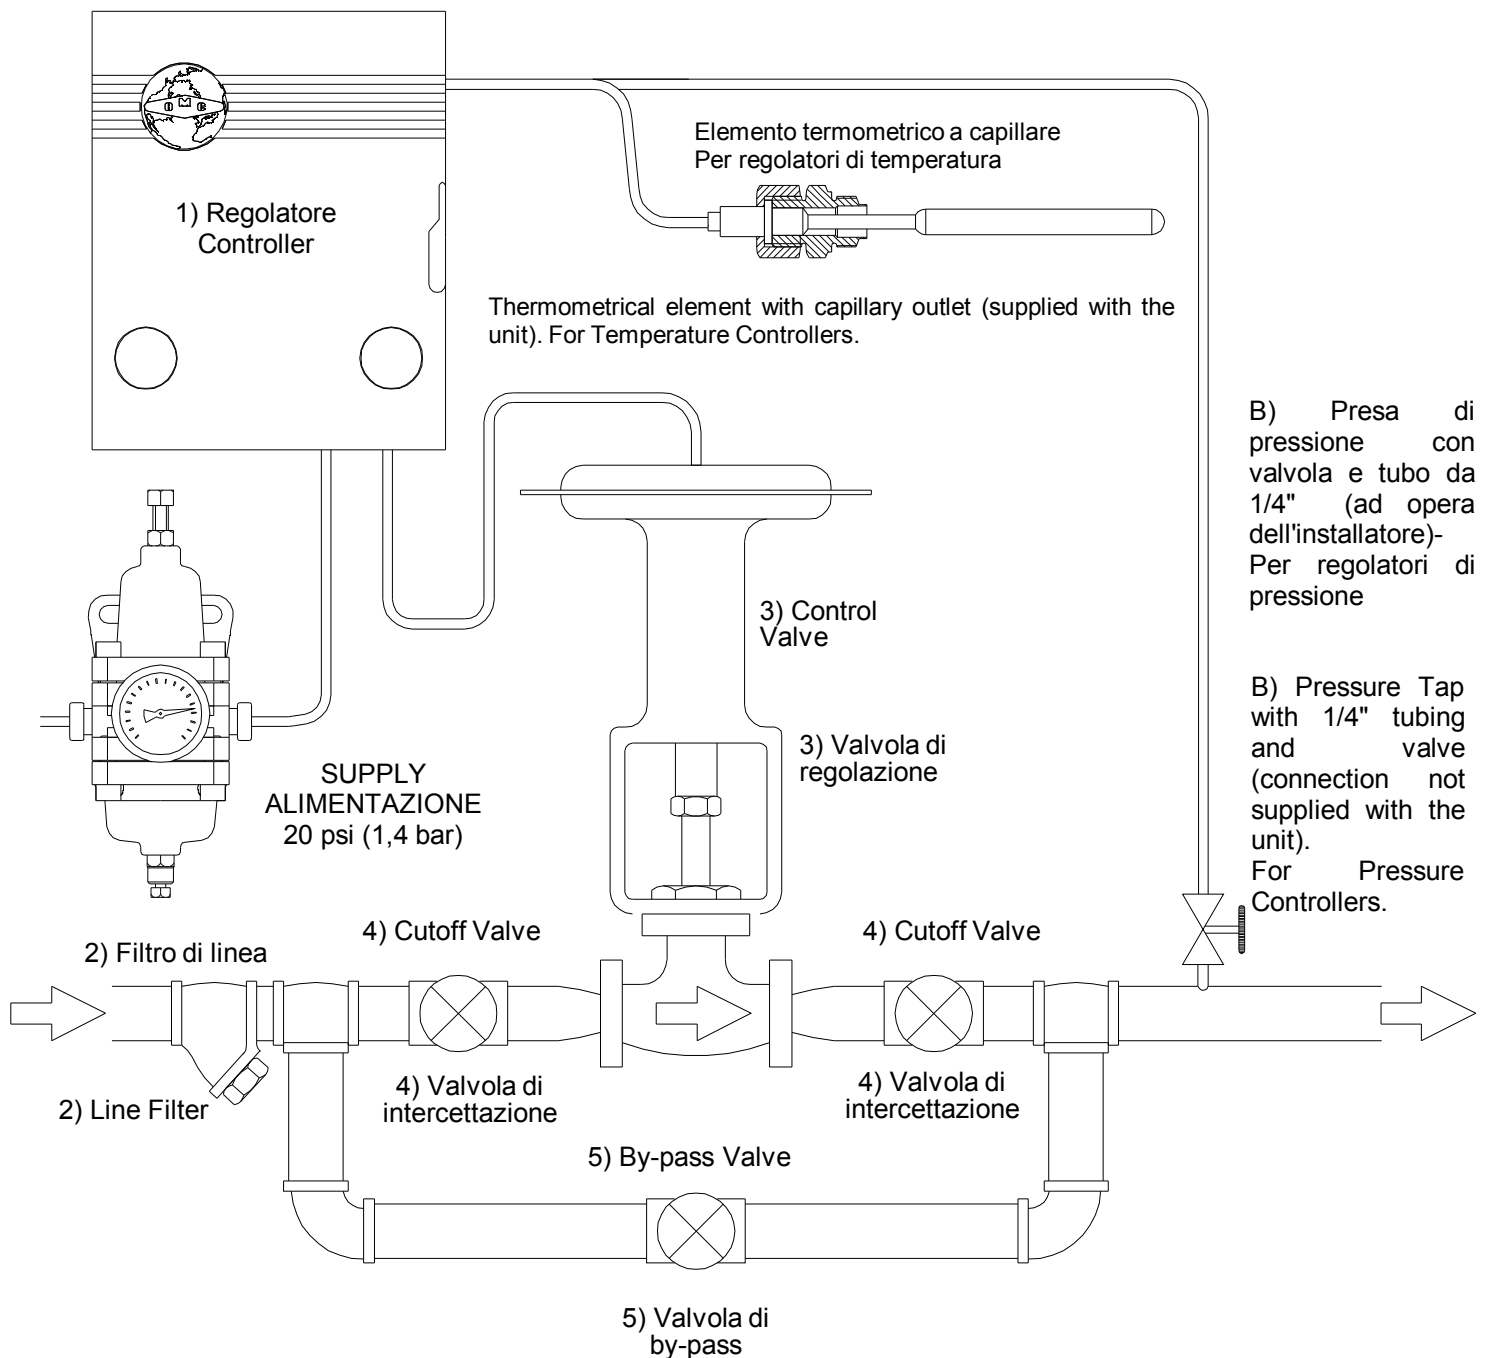

Fig. 10.2.1 "COLLEGAMENTO ALLA VALVOLA DI REGOLAZIONE"
## 10.2. COLLEGAMENTO ALLA VALVOLA DI REGOLAZIONE (Fig. 10.2.1)
## 10.2. PNEUMATIC CONTROL VALVE INSTALLATION (Fig. 10.2.1)
**C** - Aprire completamente le valvole d'intercettazione situate a monte e a valle della valvola di regolazione, accertandosi che la valvola di by-pass sia chiusa vedi (Fig. 10.2.1)
**A** - Turn the selector on manual (M).
**C** - Completely open the cutoff valves situated upstream and downstream to the control valve. Make sure that the bypass valve is closed (see Fig. 10.2.1).
**E** - Turn the selector on automatic (A).
**C** - Ruotare la banda proporzionale (10) al 0% accertandosi che l'azione dello strumento sia quella richiesta (DIRECT = segnale di uscita direttamente proporzionale alla variabile regolata ; REVERSE = segnale di uscita inversamente proporzionale alla variabile regolata).
**D** - Se la valvola di regolazione (3) è dotata di by-pass (5), controllare che quest'ultima sia ben chiusa e che la valvola d' intercettazione a valle (4) sia completamente aperta (vedi Fig.10.2.1).
**E** - Aprire lentamente e completamente la valvola d'intercettazione a monte della valvola di regolazione (4.Fig. 10.2.1).
**C** - Rotate the knob (10) to adjust the proportional band to a 0% width and check the selected action of the instrument (DIRECT= the output signal increases as the variable increases; REVERSE= the output signal increases as the variable decreases).
**D** - Make sure that the bypass valve (5) supplied with the pneumatic valve (3) is completely closed and that the downstream cutoff valve (4) is fully open (see Fig.10.2.1).
**E** - Open the cutoff valve (4) situated upstream to the pneumatic valve slowly and completely (see Fig. 10.2.1).
**C** - Ruotare la banda proporzionale (10) al 20% accertandosi che l'azione dello strumento sia quella richiesta (DIRECT = segnale di uscita direttamente proporzionale alla variabile regolata; REVERSE = segnale di uscita inversamente proporzionale alla variabile regolata).
**D** - Se la valvola di regolazione (3) è dotata di by-pass (5), controllare che quest'ultima sia ben chiusa e che la valvola d' intercettazione a valle (4) sia completamente aperta (vedi Fig. 10.2.1).
**E** - Aprire lentamente e completamente la valvola d'intercettazione a monte della valvola di regolazione (4) (Fig. 10.2.1).
**H** - Avviene generalmente che la penna scrivente non coincida perfettamente con l'indice rosso del valore desiderato. Per eliminare lo scostamento ruotare leggermente le ghiera di riassetto manuale (14).
**C** - Rotate the knob (10) to adjust the proportional band to a 20% width and check the selected action of the instrument (DIRECT= the output signal increases as the variable increases; REVERSE= the output signal increases as the variable decreases).
**D** - Make sure that the bypass valve (5) supplied with the pneumatic valve (3) is completely closed and that the downstream cutoff valve (4) is full open (see Fig. 10.2.1).
**H** - The writing pen may not coincide with the red indicator at the setpoint. To eliminate the difference, slightly turn the manual reset knob (14).
**C** - Use the set point knob (25) to adjust the red indicator (22) to the setpoint.
**D** - Rotate the knob (10) to adjust the proportional band to a 20% width and check the selected action of the instrument (DIRECT= the output signal increases as the variable increases; REVERSE= the output signal increases as the variable decreases).
**E** - Make sure that the bypass valve (5) supplied with the pneumatic valve (3) is completely closed and that the downstream cutoff valve (4) is fully open (see Fig. 10.2.1).
**E** - Se la valvola di regolazione (3) è dotata di by-pass (5), controllare che quest'ultima sia ben chiusa e che la valvola d' intercettazione a valle (4) sia completamente aperta (vedi Fig.10.2.1).
**F** - Aprire lentamente e completamente la valvola d'intercettazione a monte della valvola di regolazione (4 Fig. 10.2.1).
**I** - Avviene generalmente che la penna scrivente non coincida perfettamente con l'indice rosso del valore desiderato. Per eliminare lo scostamento aprire gradualmente la valvola (48) dell'azione integrale sino alla sovrapposizione degli indici e provocare artificialmente un disturbo, spostando rapidamente l'indice rosso di Set-Point, se la penna scrivente inizia a pendolare chiudere lentamente la valvola (48) sino allo smorzamento della pendolazione e alla sovrapposizione dei due indici. Provocare nuovamente un disturbo e verificare la pendolazione dell'indice nero, se necessario agire nuovamente sulla valvola (48) e ripetere il controllo.
**F** - Open the cutoff valve (4) situated upstream to the pneumatic valve slowly and completely (see Fig. 10.2.1).
**I** - The writing pen may not coincide with the red indicator at the setpoint. To eliminate the difference, gradually open the integral action valve until the indicators coincide and initiate a deliberate disruption by rapidly moving the red indicator from the setpoint. If the writing pen starts fluctuating, slowly close the valve (48) until stability is restored and the indicators coincide. Initiate a new disruption and check the fluctuation of the black indicator. Turn the knob (48) again, if necessary.
**D** - Use the set point knob (25) to adjust the red indicator (22) to the setpoint.
**E** - Rotate the knob (10) to adjust the proportional band to a 20% width and check the selected action of the instrument (DIRECT= the output signal increases as the variable increases; REVERSE= the output signal increases as the variable decreases).
**F** - Make sure that the bypass valve (5) supplied with the pneumatic valve (3) is completely closed and that the downstream cutoff valve (4) is fully open (see Fig. 10.2.1).